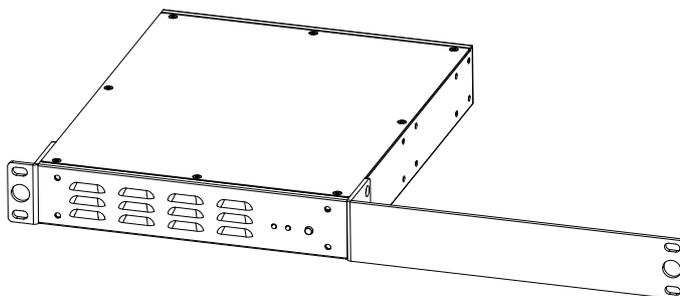

Figure 2 : configuration pour un montage dans un seul rack
1. À l'aide des quatre vis fournies, fixez l'oreille de montage du long rack sur le côté du DMX PowerPort 375 comme indiqué dans la Figure 2.
2. À l'aide des quatre vis fournies, fixez l'une des oreilles de montage du long rack sur l'autre côté du DMX PowerPort 375 comme indiqué dans la Figure 2.